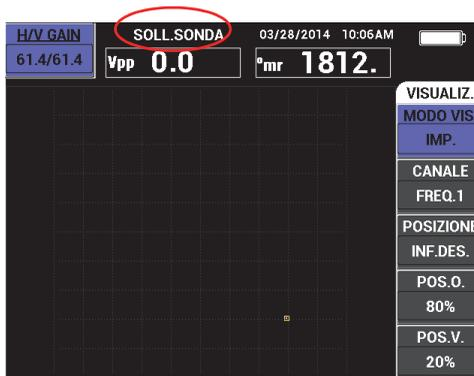

Figura 4-4 Il messaggio SOLL.SONDA dopo avere mantenuto premuto il tasto A-LIFT NULL
1. Mantenere premuto il tasto di funzione diretta A-LIFT NULL () fino a quando viene emesso un segnale sonoro (approssimativamente tre secondi) e il testo **"SOLL.SONDA"** (sollevare sonda) viene visualizzato nella schermata dello strumento (vedere Figura 4-4 a pagina 83).